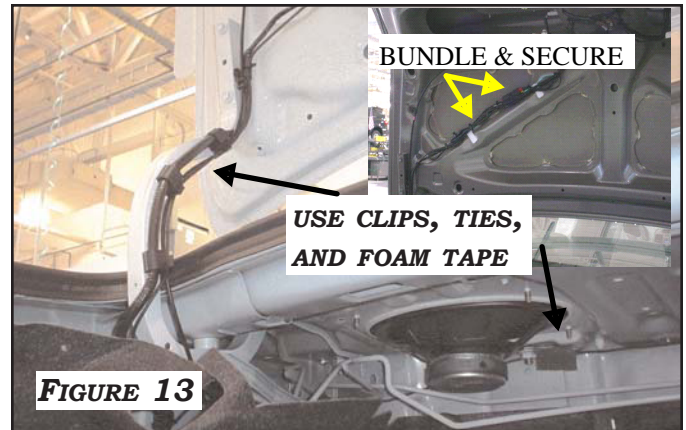

FIGURE 13
3. ROUTE THE CAMERA EXTENSION HARNESS FROM THE KICKPANEL UNDER THE DOOR SILL TRIM, BEHIND B-PILLAR TRIM, UNDER THE REAR DOOR SILL TRIM AND BENEATH/BEHIND THE PASSENGER REAR SEAT BOLSTER TO THE TRUNK. USE THE FACTORY WIRE CHANNELS AND RETAINING CLIPS. ROUTE THE HARNESS BELOW THE REAR DECK AND UP THE LEFT TRUNK HINGE TO THE TRUNK LID AND THE AREA BEHIND THE LICENSE PLATE. FOLLOW THE FACTORY HARNESSES WHERE POSSIBLE. SECURE THE HARNESS WITH WIRE TIES OR FOAM TAPE. BUNDLE AND SECURE WIRE ALONG FACTORY HARNESS INSIDE DECK LID AREA. **FIGURE 13**